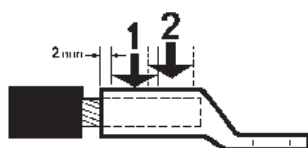

Fig 3
ACHTUNG! Bei Crimpung von 70 und 95 mm² Leiterflächen sollen immer zwei (2) Crimpungen nebeneinander gemacht werden. (Fig. 3).